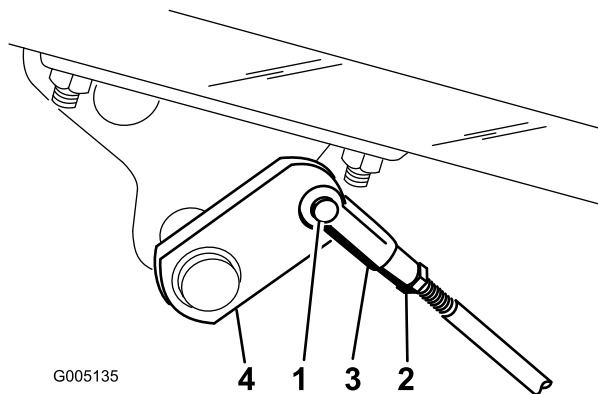

Bild 39
2. Klemmen Sie, wenn die Bremsen nicht gleichmäßig blockieren, die Bremsstangen ab, indem Sie den Splint und den Lastösenbolzen entfernen (Bild 39).
3. Lockern Sie die Klemmmutter und stellen den Lastösenbolzen entsprechend ein (Bild 39).
4. Bringen Sie den Lastösenbolzen am Bremsbügel an (Bild 39).